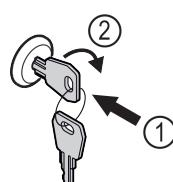

Fig. 162 例图
- 按入钥匙 Fig. 162 (1)。
- 将钥匙顺时针转动 90° Fig. 162 (2)。